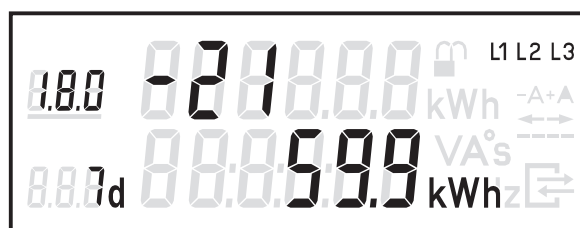

Abbildung 4
- Abbildung 4 = Anzeige des Counters für den 21. historischen Wochenwert
- Abbildung 4 = Anzeige des 21. historischen Wochenwertes